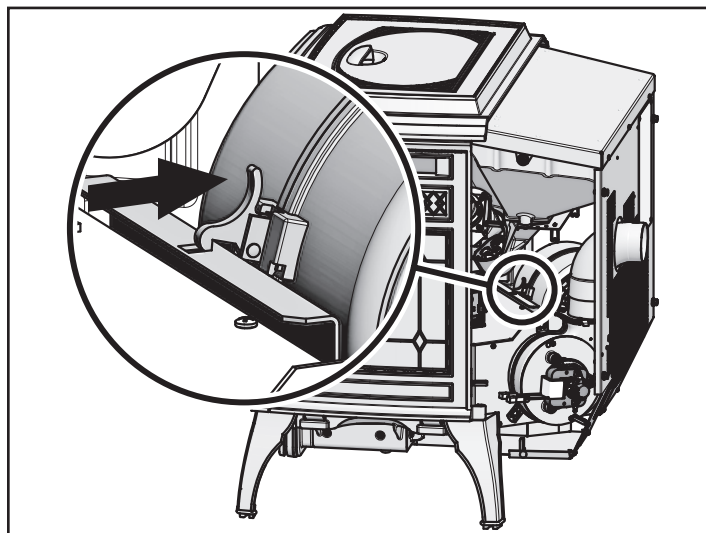

Figure 21.2
- Enlevez le panneau droit en desserrant les 2 vis au moyen d'un tournevis à tête cruciforme ou une clé. **Figure 21.2.**
- Passez la main derrière le ventilateur et libérez l'attache en poussant le haut de l'attache en direction du ventilateur. **Figure 21.2.**
- Une fois le ventilateur correctement positionné, l'attache s'engage dans l'encoche pour le maintenir en place. **Figure 21.2.**